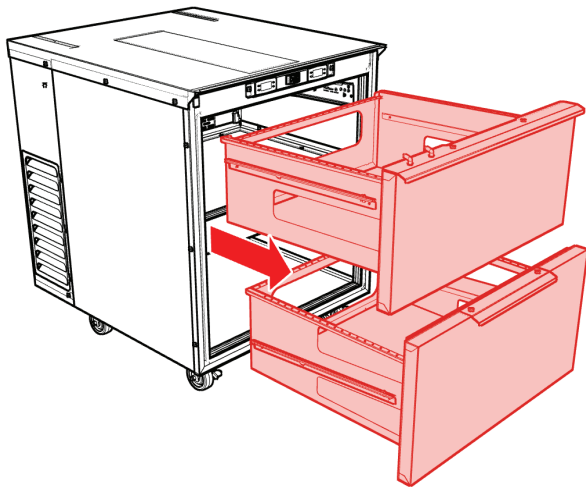
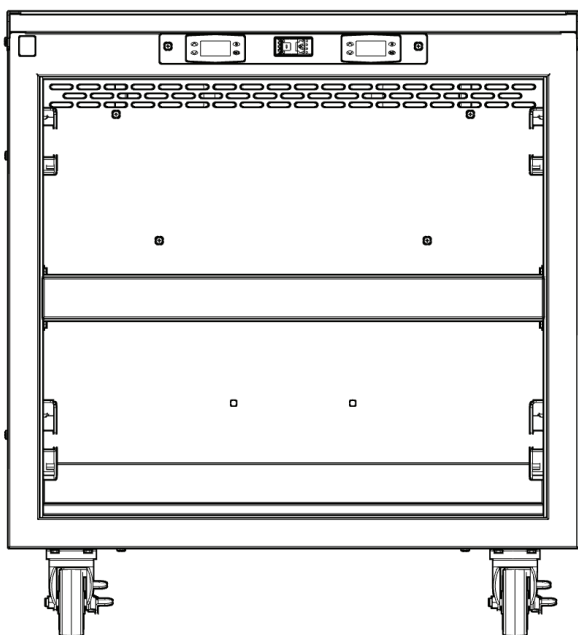

Fig. 2
Fig. 3
3. Retire las bandejas (Fig. 2) (consulte Para retirar las bandejas, página 8) e inspeccione la unidad para asegurarse de que los ventiladores y los orificios de retorno de aire estén limpios (Fig. 3).